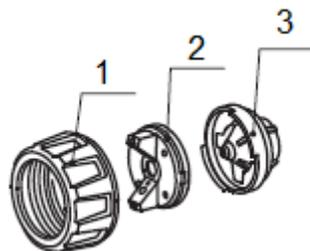

Рис.6
Очистка краскопульта (рис. 6).
8. Отвинтите гайку сопла (1), поворотное (2) и неподвижное (3) сопла (рис.6).